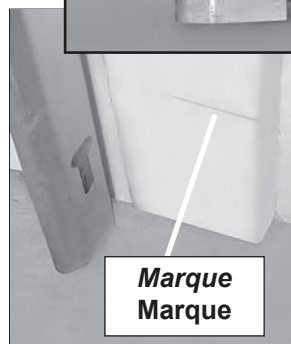

FIG. 4-1 Marque el marco de la puerta.
- Marque ambos lados del marco de la puerta del garaje o pared no más de 6" y no menos de 5" arriba del piso (**Fig. 4-1**).
- Tracer un repère sur les deux côtés de la charpente de la porte de garage ou sur le mur à une hauteur de 15 cm maximum et de 12,5 cm minimum au-dessus du sol (**Fig. 4-1**).